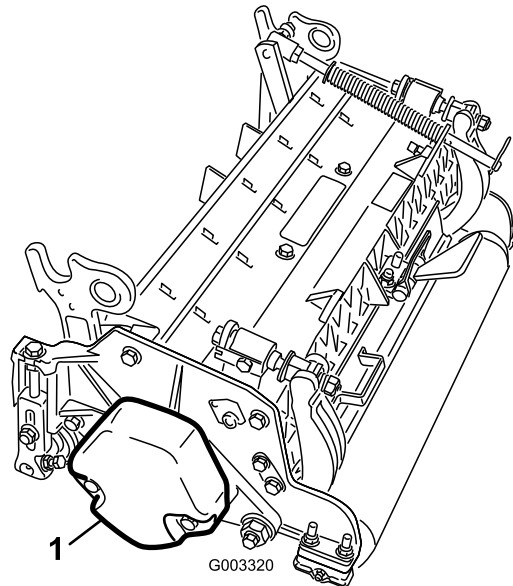

Figure 3
4. Veillez à monter le contrepois (Figure 3) du bon côté du plateau de coupe, comme expliqué dans le *Manuel de l'utilisateur* du plateau de coupe.